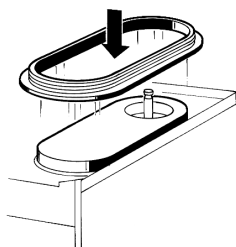

**figura 8**
**4** Poner la junta al evaporador, de modo que el borde de mayor ancho se quede en contacto con el plano recoge-gotas (ver figura 8).